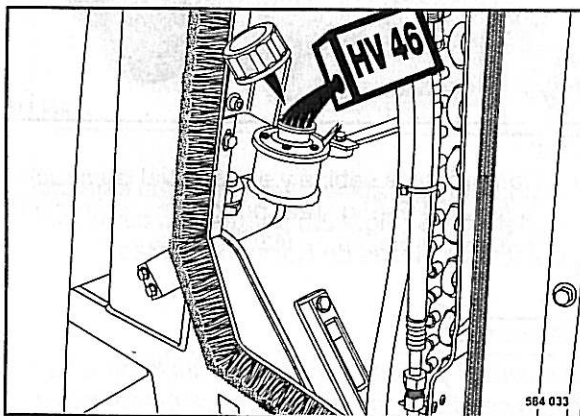

Fig. 125
- Retirar la tapa de llenado (Fig. 125).